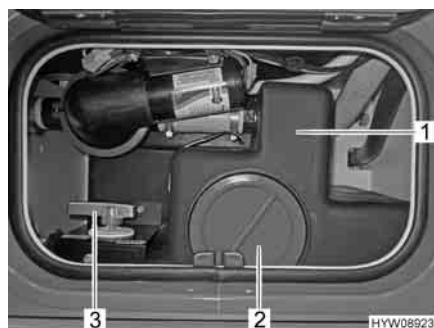

Fig. 184 Serbatoio fecale aggiuntivo
- Aprire il rubinetto di scarico (Fig. 184,3) del serbatoio fecale aggiuntivo. Svuotare completamente il serbatoio fecale aggiuntivo.